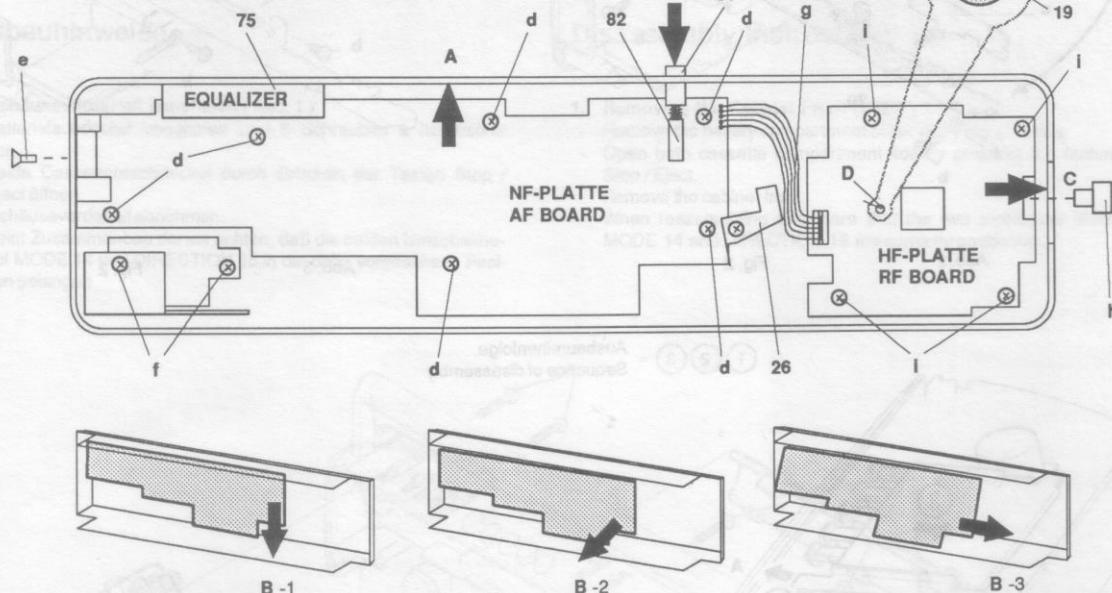

Abb. 6
4. HF-Platte ausbauen (Abb. 6)
- Beim Einbau der HF-Platte ist darauf zu achten, daß der Drehkopf Mitnehmer 19 in das Seilrad 10 eingreift (sichtbar durch die Druckplattenaußensparung D links neben dem Drehko., Abb. 6).